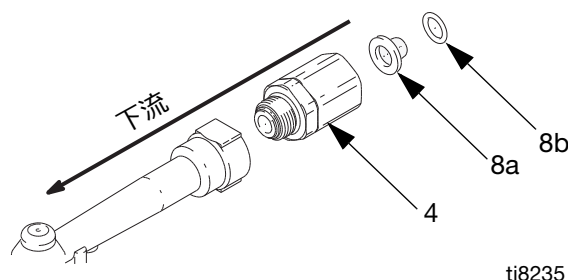

図 24
2. スイベル (4) からホースを回して外します (図 24)。
3. オールリングピックを使用して、スイベル (4) の内部からオールリング (8b) およびフィルター (8a) を取り外します (図 24)。
4. 新しいフィルター (8a) をスイベル (4) の中に押し込み、正しく着座しているか確認します (図 24)。
5. O リングを外します (8b) (図 24)。
6. スイベル (4) の中にホースを通して戻します (図 24)。
注: 以下に示されるように、新しいフィルター (8a) を、ふるいの凹んだ側が下流に面するように向けます: 図 24。